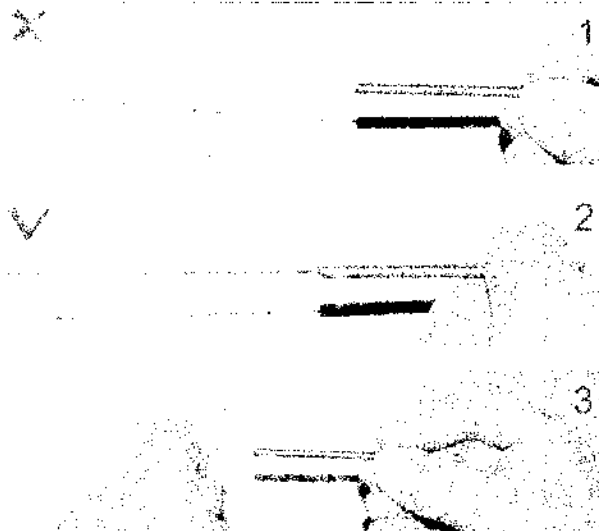

Рис. 66: Выравнивание иглы введения
6. Убедиться в отсутствии каких-либо изгибов новой иглы введения (рис. 66/1+2).
При необходимости выгнуть иглу введения до нужного состояния (рис. 66/3).
Если игла зажимается, нужно ее отсоединить и проверить, не согнута ли она. (Рис. 66).